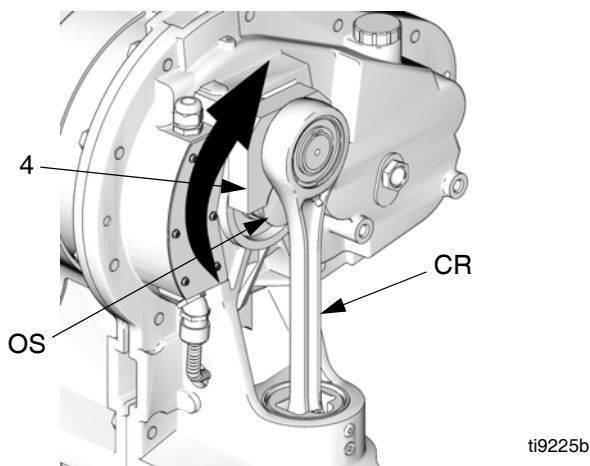

FIG. 18. Rotation du bras de manivelle
10. Consultez la FIG. 18. Faites tourner le bras de manivelle (4) jusqu'à ce qu'il puisse être retiré de l'arbre de sortie (OS).
11. Tirez l'ensemble bras de manivelle/tige de connexion/piston de coulisseau (CR) vers le haut et hors du cylindre.
12. Retirez les vieux coussinets (8).